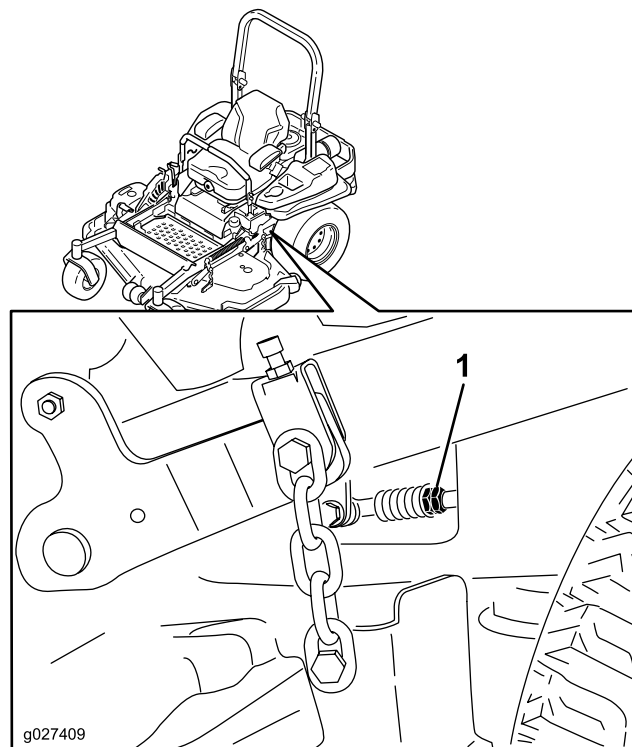

Figura 80
10. Ajuste la longitud de las varillas de control de las bombas girando las tuercas dobles de la varilla en el sentido apropiado, hasta que las ruedas se muevan ligeramente en marcha atrás (Figura 80).